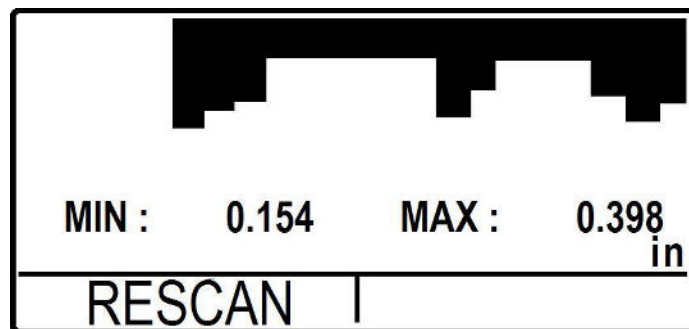

Figura 38: Presentación del barrido B en la pantalla del instrumento.
5. **THK+B-SCAN (ESPESOR MEDIDO MÁS EL BARRIDO B)** – Le permite al usuario evaluar continuamente el espesor de pared del componente inspeccionado generando un barrido B (presentación gráfica del espesor en forma de corte transversal), con resolución de un punto por segundo. Mientras el usuario realiza una serie de medición de espesores (acoplando y desacoplando el transductor en diferentes puntos o desplazando el transductor sin desacoplar), el instrumento genera un barrido B, iniciando del lado derecho de la pantalla y desplazándolo hacia la izquierda, además muestra constantemente, en la parte inferior de la pantalla, el valor del espesor mínimo y máximo de la serie de mediciones. Mientras el transductor se mantenga acoplado y se registre la medición de un espesor, el instrumento generará constantemente el barrido B, pero cuando el transductor es desacoplado, el instrumento interrumpe la generación del barrido B que continuará siendo generado en el momento que el transductor sea acoplado nuevamente. En cualquier momento puede interrumpirse la generación del barrido B o se puede borrar el barrido B que ya haya sido generado, presionando la tecla que se encuentra por debajo de la opción “RESCAN”. La Figura 38 muestra la presentación del barrido B en la pantalla del instrumento.